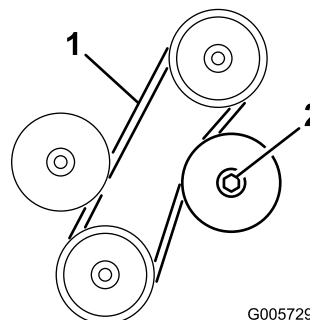

Figure 67
3. La courroie doit présenter une flèche de 6 mm quand une force de 22 N est exercée à mi-chemin entre les poulies (Figure 67). Si la flèche n'est pas correcte, passez à l'opération 4. Si tout est en ordre, passez à l'opération 5.
4. Desserrez le contre-écrou de fixation de la poulie de tension réglable (Figure 67). Poussez la poulie de tension contre la courroie jusqu'à ce qu'elle soit tendue correctement, puis serrez le contre-écrou de la poulie de tension (Figure 67).
2. Desserrez le contre-écrou de fixation de la poulie de tension réglable, éloignez la poulie de la courroie et déchaussez la courroie des poulies (Figure 67).
3. Installez une courroie neuve et tendez-la correctement. Poussez la poulie de tension contre la courroie jusqu'à ce que vous obteniez une flèche de 6 mm quand vous exercez une force de 22 Nm à mi-course entre la poulie supérieure et la poulie de renvoi fixe. Resserrez le contre-écrou de la poulie de tension pour fixer le réglage (Figure 67).